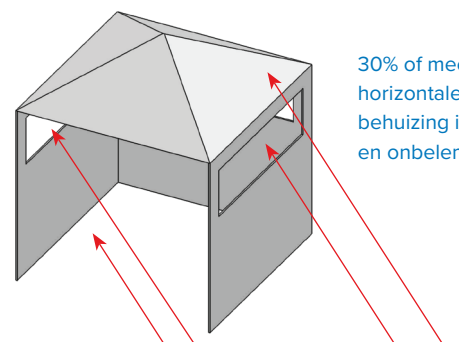

Fig. 4
- Een apparaat wordt als buiten geïnstalleerd beschouwd als het geplaatst is in een beschutte ruimte die niet verder gaat dan een gedeeltelijke omheining met een bovenafdekking en drie zijwanden, zolang 30% of meer van de horizontale rand van de omheining permanent open is. (Fig. 4 & Fig. 5)